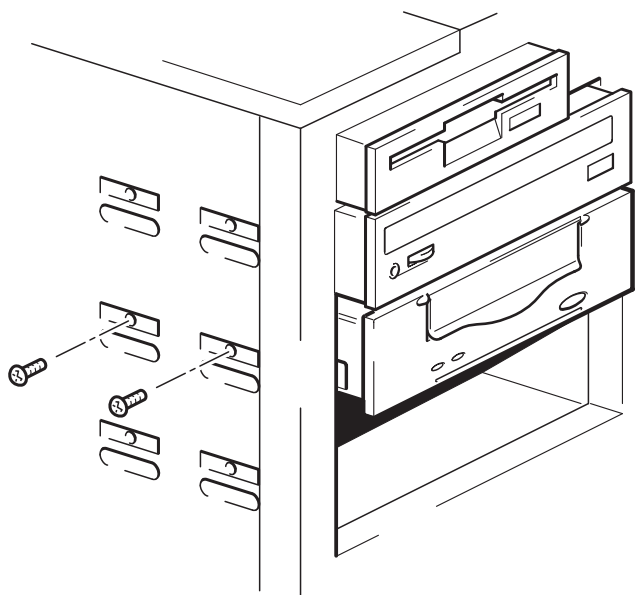

Figura 9b: fixar a unidade sem acessórios de montagem
- 1 Fixe a unidade de fita no lugar. Verifique se os orifícios do chassi estão alinhados com os orifícios nas laterais do autoloader e use os parafusos fornecidos com o kit de trilho para fixar a unidade, como mostra a figura 9b.